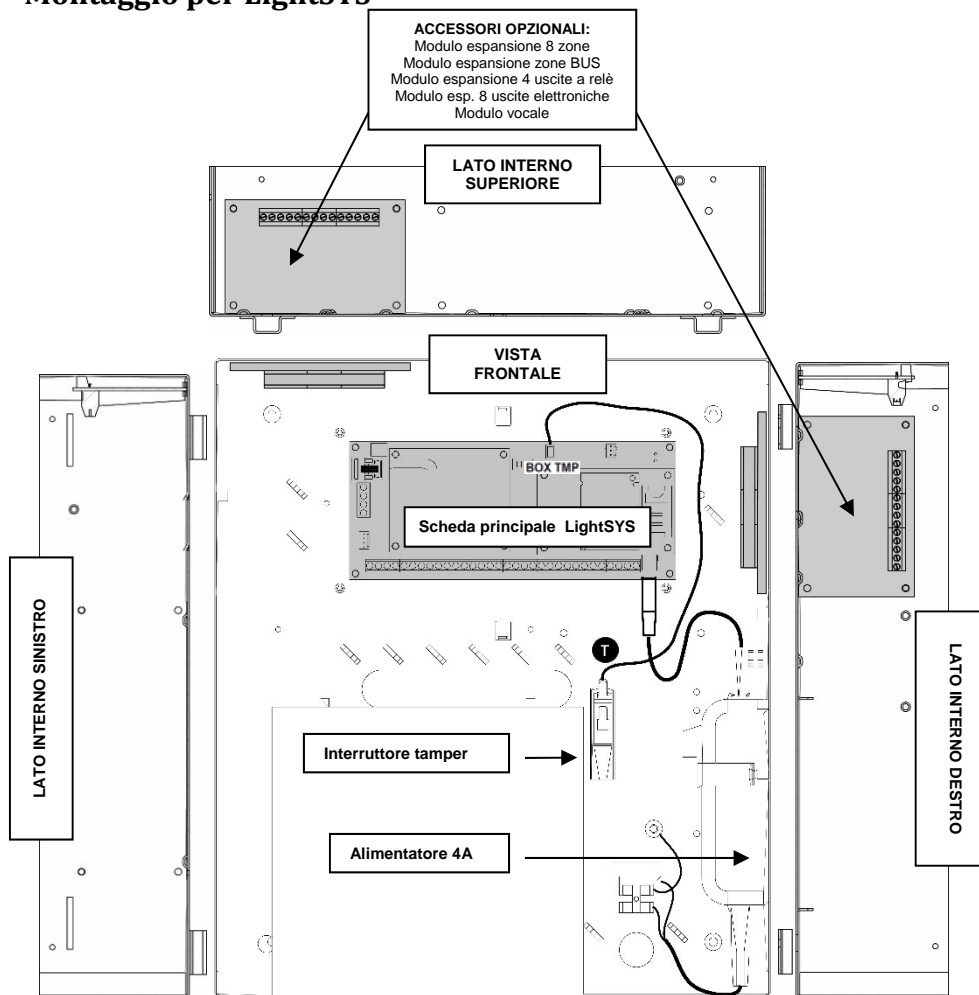

Figura 3
1. Installare la scheda principale LightSYS PCB come illustrato sopra (figura 3).